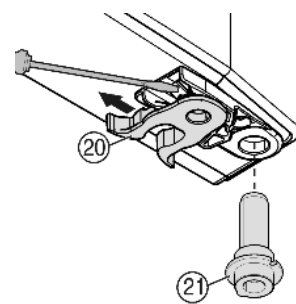

Fig. 8
- ▶ переставить пружинный зажим Fig. 8 (20): Нажмите вниз язычок защелки, снимите с него пружинный зажим.
- ▶ Извлеките опорный палец Fig. 8 (21) из втулки двери и вставьте вместе с шайбами на противоположную сторону. Язычок защелки должен быть направлен к внутренней стороне двери, паз — к внешней стороне.
- ▶ Поверните нижнюю часть двери и вставьте опорный палец Fig. 8 (21) в опорный кронштейн. При необходимости покрутите опорный палец, чтобы он смог заско- чить.